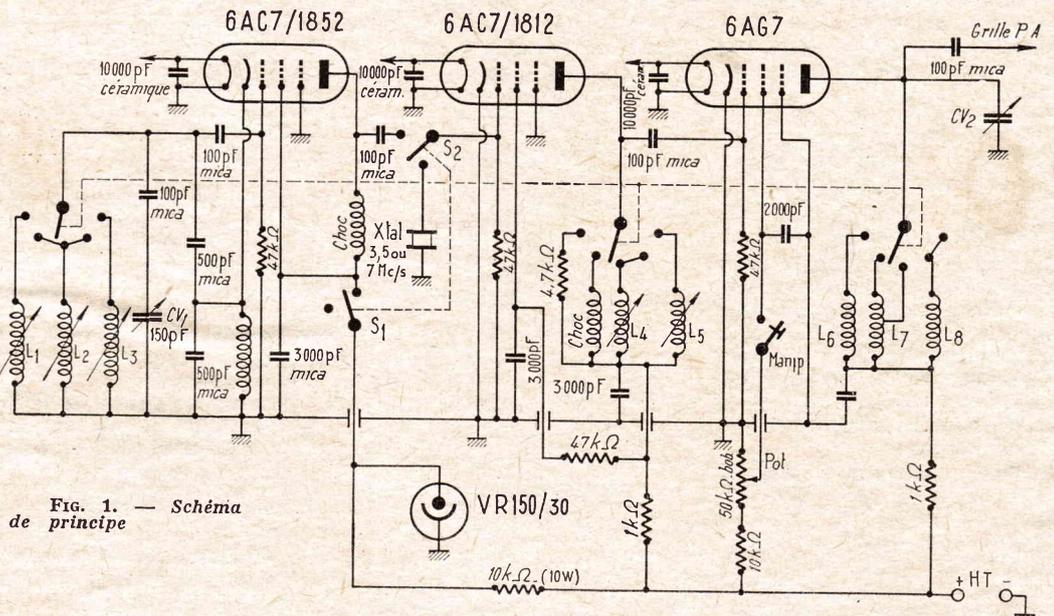

FIG. 1. — Schéma de principe
f) Intercaler des filtres VHF sur les fils du secteur (comme indiqué sur la figure 1, mais avec des bobines ne comportant que quelques tours et des capacités de l'ordre de 22 pF) ;